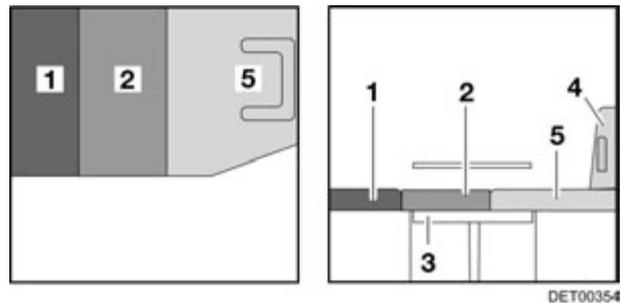

Fig. 97 Après la transformation (sans élargissement du siège)
- Tirer le coussin d'assise (Fig. 97,2) vers l'avant.
- Placer le coussin de dossier (Fig. 97,1) entre le coussin d'assise et la paroi arrière.
- Placer le coussin supplémentaire (Fig. 97,5) sur le siège conducteur.
- Le cas échéant, repousser le siège conducteur (Fig. 97,4).